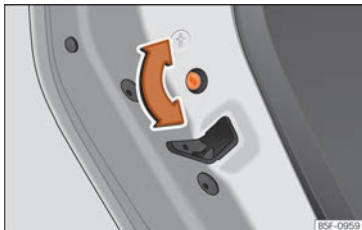

Fig. 85 Tranca para crianças da porta da esquerda.
- Com a porta aberta, rode a ranhura com a chave do veículo no sentido horário para as portas esquerdas »» Fig. 85 e no sentido anti-horário para as portas direitas.
- Com a porta aberta, rode a ranhura com a chave do veículo no sentido anti-horário para as portas esquerdas »» Fig. 85 e no sentido horário para as portas direitas.